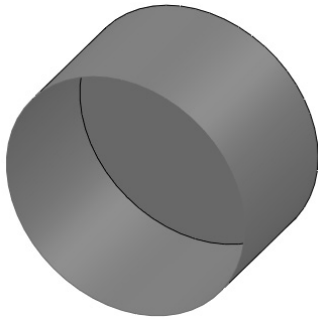

图 6-94 生成缝合曲面
- [5] 单击【确定】按钮, 生成缝合曲面，如图 6-94 所示。